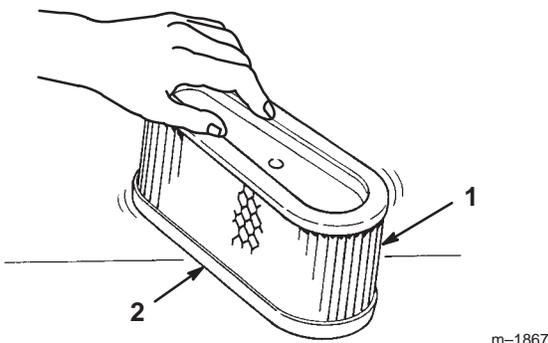

Bild 25
- A. Klopfen Sie den Einsatz leicht auf eine flache Unterlage, um Staub und Schmutz zu beseitigen (Bild 25).